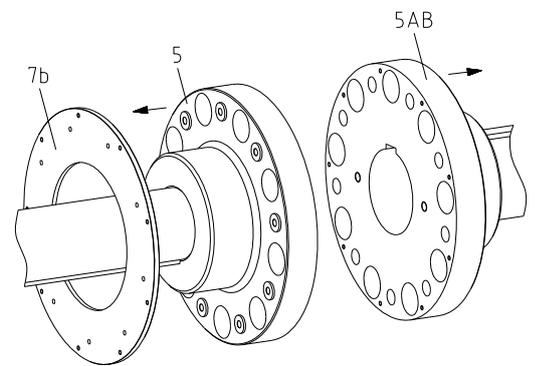

Bild 16
- Hängen Sie die Scheibe (Bauteil 7b) auf die Welle für die Nabe Teil 5 (siehe Bild 16).
- Montieren Sie die Naben auf die Wellen der An- und Abtriebsseite so, dass die Planflächen der Kupplungsnaben bündig mit den Stirnflächen der Wellen abschließen (siehe Bild 16).